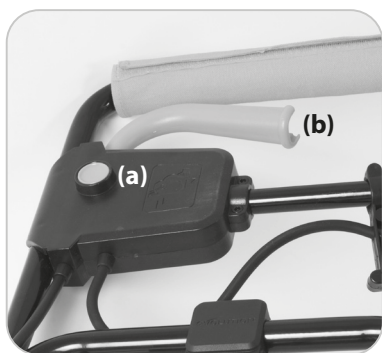

Fig. 12
- Premere il pulsante di blocco sicuro (a) e tirare la leva dell'interruttore (b) per avviare l'utensile. (**Fig. 12**)